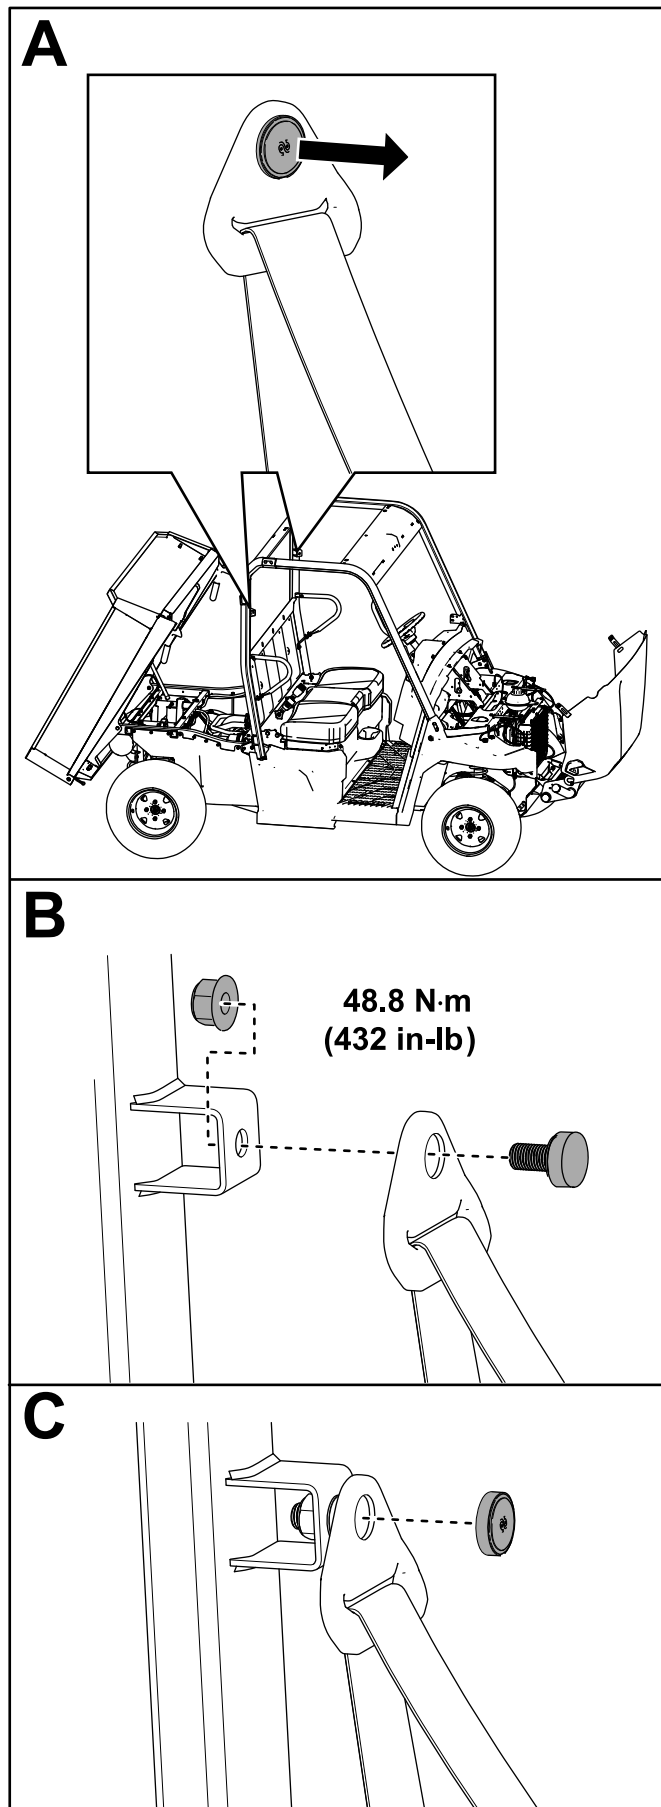

Figura 22
- A. Retire el tapón de la parte superior del cinturón de seguridad (Figura 22).
- B. Introduzca el cinturón de seguridad en el soporte del cinturón de seguridad de la barra antivuelco y sujete el cinturón con una contratuerca (7/16"), como se muestra en la Figura 22.
Apriete la contratuerca (7/16") a 48.8 N·m (432 pulgadas-libra), como se muestra en la Figura 22.
- C. Instale el tapón (Figura 22).